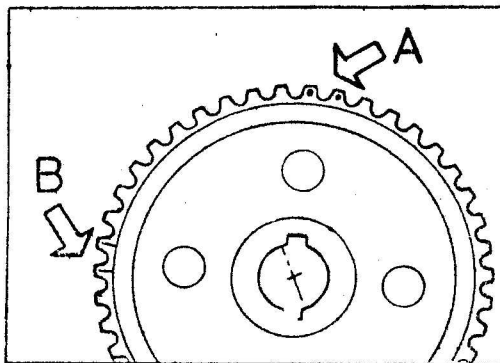

Fig. A4-98.- Piñón del árbol de levas.
- 2.4.- Instalar el piñón del árbol de levas con su chaveta en su alojamiento situado entre los dientes marcados con puntos (A) (Fig. A4-98).